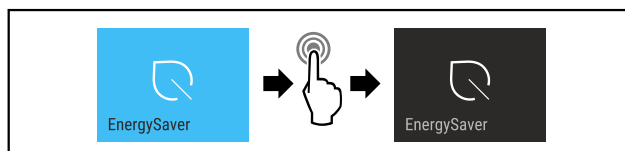

Fig. 17
- Stappen (zie Fig. 17) uitvoeren.